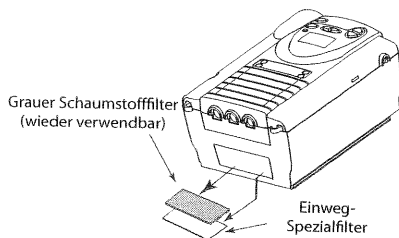

Abb. 9–2 Entfernen der Luftfilter
3. Die Filter aus dem Gehäuse entfernen (siehe Abbildung 9–2). Der obere Filter ist der wieder verwendbare graue Schaumstofffilter. Der untere Filter ist der optionale weiße Einweg-Spezialfilter.